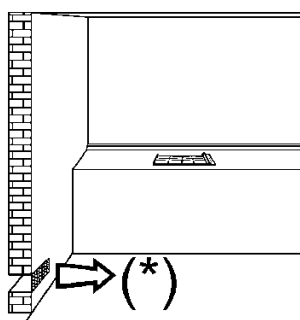
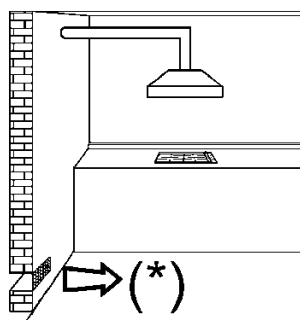
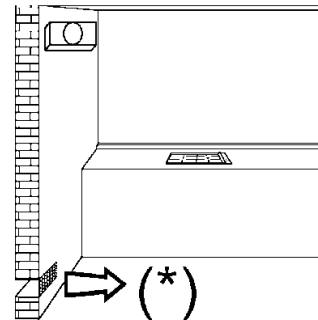

ABB. 3
ABB. 4
ABB. 5
- wenn man ein Gaskochgerät benutzt, entstehen Wärme und Feuchtigkeit in dem Raum, in dem es installiert ist. Daher ist für eine gute Lüftung des Raumes zu sorgen, indem man die Öffnungen für die natürliche Belüftung (Abb. 3) freihält und die mechanische Belüftungsvorrichtung (Abzughaube oder Elektroventilator, Abb. 4 und Abb. 5) einschaltet.
Der Raum, in dem das Gerät installiert wird, muss unbedingt ständig belüftet sein, um eine korrekte Funktion des Geräts zu gewährleisten. Die nötige Luftmenge entspricht derjenigen, die für die ordnungsgemäße Gasverbrennung und Belüftung des Raumes mit einem Mindestvolumen von 20 m³ nötig ist. Der natürliche Luftzufluss muss auf direktem Weg durch in der Wand des zu belüftenden Raums angebrachte permanente Öffnungen nach außen mit Mindestquerschnitt von 100 cm² erfolgen (siehe Abb. 3). Diese Öffnungen müssen so beschaffen sein, dass sie nicht verstopft werden können.
Die durch Gaskochgeräte entstandenen Verbrennungsrückstände müssen immer durch mit dem Kamin oder Kaminrohre verbundene Abzugshauben oder direkt ins Freie geleitet werden (siehe Abb. 4). Für den Fall, dass keine Möglichkeit für die Anbringung einer Abzugshaube existiert, ist auch der Gebrauch eines im Fenster oder in der Wand angebrachten Ventilators zulässig, der die Verbrennungsrückstände nach außen ableitet. Der Ventilator ist dabei zugleich mit dem Gerät einzuschalten (siehe Abb. 5), wobei auf jeden Fall die die Ventilation betreffenden Vorschriften in den Normen beachtet werden müssen.